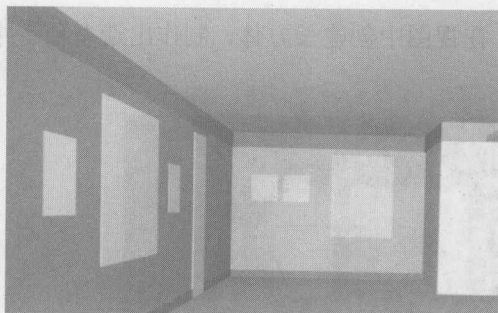

图 1-12 创建的门和壁画
(13) 使用长方体制作出左墙上的门造型和壁画造型，如图 1-12 所示。门和壁画需要通过材质来表现出它们的纹理。